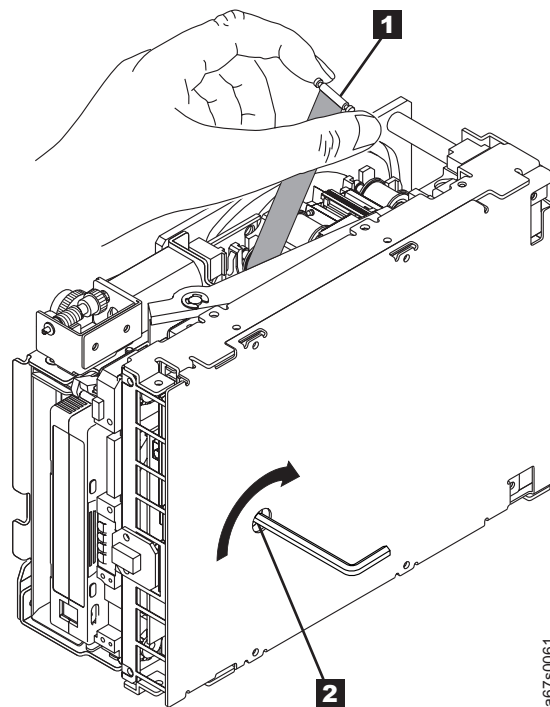

Abbildung 28. Bandmitnehmerstift in Bandkassette zurückspulen
- c. Platzieren Sie das Bandlaufwerk so, dass die Vorderseite des Laufwerks zu ihnen hin zeigt. Stellen Sie das Bandlaufwerk dann auf seine linke Seite (siehe Abb. 28).
- d. Falls erforderlich, benutzen Sie eine Nadelzange, um das Ende des Bandmitnehmerstifts zu fassen und so aus der Kassette zu ziehen, dass Sie ihn mit den Fingern greifen können (siehe **1** in Abb. 28).